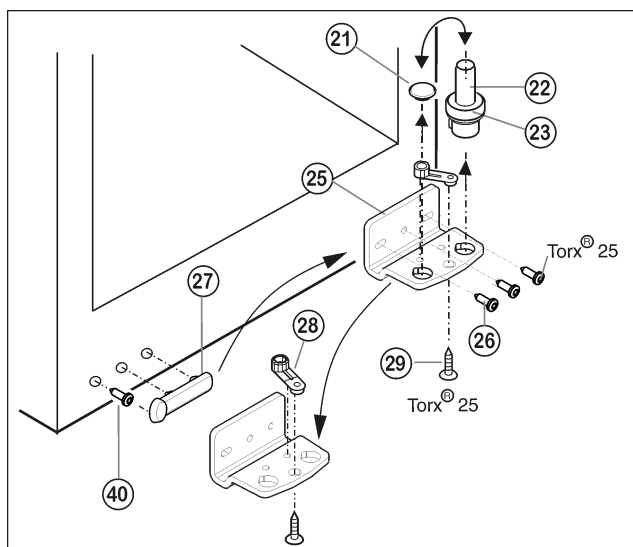

Fig. 5
- ▶ Установите дверцу сверху на нижний опорный палец *Fig. 5 (22)*.
- При необходимости выровняйте дверцы через два продольных паза в нижнем опорном кронштейне *Fig. 5 (25)* параллельно корпусу устройства. Для этого выкрутите средний винт.